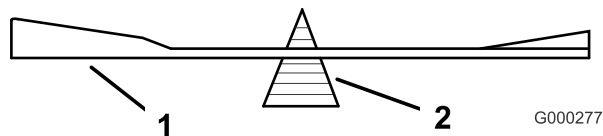

Рисунок 57
- Проверьте балансировку ножа с помощью балансировочного устройства для ножей (Рисунок 57). Если нож остается в
горизонтальном положении, значит он сбалансирован и его можно использовать. Если нож не сбалансирован, удалите некоторое количество металла только с конца области загиба (Рисунок 57). Повторяйте эту процедуру до тех пор, пока нож не будет сбалансирован.